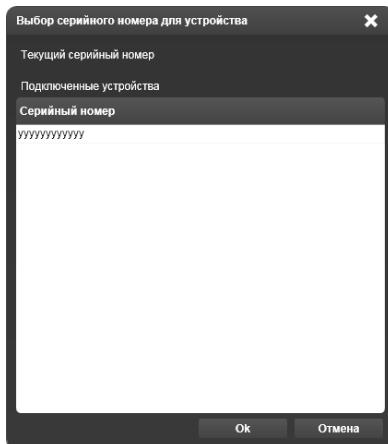

Рисунок 14.3.24 – Регистрация серийного номера в окне Выбор серийного номера для устройства
**Привязать** – функция присущая только устройствам МС-1 и МС-2. Функция позволяет сверить текущий серийный номер устройства, выделенного в рабочей области с серийными номерами физических устройств, подключенных к **Компьютеру**. Выбор функции **Привязать** вызывает открытие окна **Выбор серийного номера для устройства** (Рисунок 14.3.24). В поле **Текущий серийный номер** отображается номер устройства (МС-1 или МС-2) выделенного в рабочей области. Если в системе имеются физические устройства (МС-1 или МС-2), то в поле под заголовком **Подключенные устройства** будут представлены их номера. При необходимости, можно выбрать один из номеров этого поля и, щелкнув на кнопке **Ok**, сделать его текущим, окно при этом закроется.